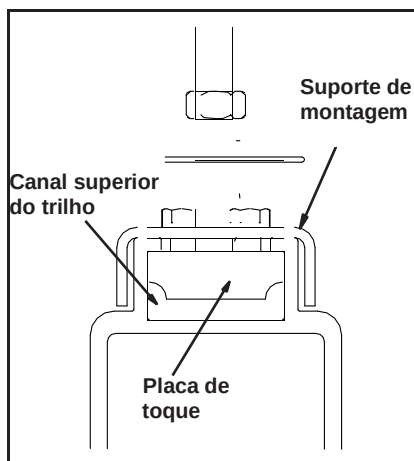

Figura 3-21
- Etapa 1. Remova os parafusos transversais. Deslize o suporte de montagem do trilho na parte superior do canal de suporte e da placa de toque para o canal de suporte na parte superior do trilho da pista. Consulte a Figura 3-21. Posicione conforme o *layout* do sistema.